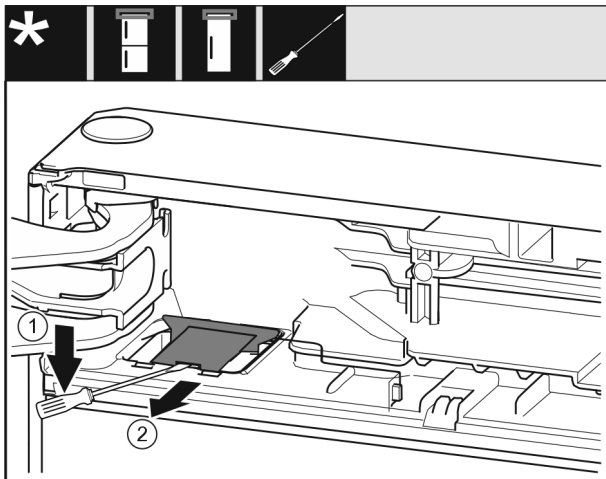

Fig. 10
- Pattintsa ki a fedelet lapos csavarhúzóval, és emelje fel. Fig. 10 (1)
- Vegye ki a fedelet. Fig. 10 (2)